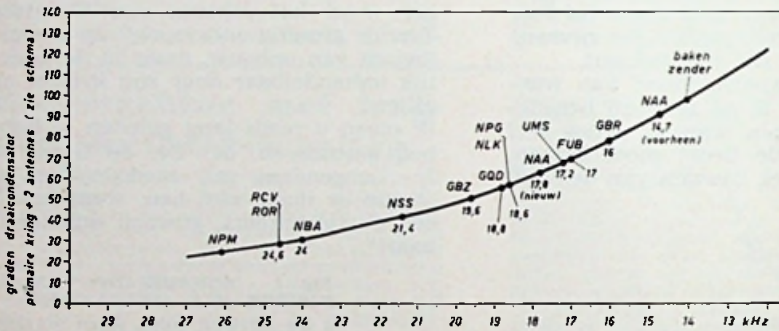

Fig. 2
- Grafiek verkregen met beide antennes parallel en met a op maximum (fig. 2).
Honolulu is nu weer met zijn eigen zender NPM in de lucht. Fig. 2 geeft een grafiek van de afstelling van de primaire kring van VLF. Zij moge hier en daar een geringe afwijking van de opgave van de frequenties vertonen, maar zij is in zoverre voldoende betrouwbaar, dat de stand van de primaire draaicondensator steeds bij het afstemmen op dezelfde plaats terugkomt.